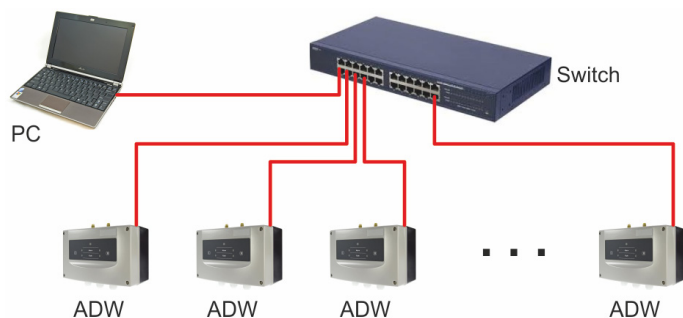

Fig. 41 Struttura di una rete di ADW tramite Ethernet
- La lunghezza della linea tra i dispositivi come raffigurato nella **Fig. 41** (Switch – ADW / Switch – PC) è di max. 100 m.